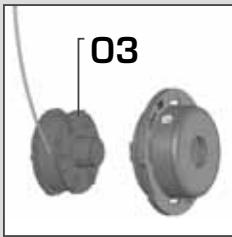

Fig. 07
Retire o carrelé usado(3) e coloque o carrelé novo, fazendo com que o fio passe pelo furo de saída da tampa do carrelé **[Fig 07]**.